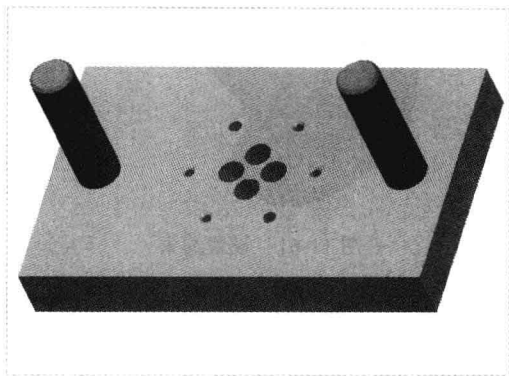

图 11-55 镜像元件
Step 04 选择 ASM_RIGHT 基准平面为参考平面, 单击“确定”按钮, 即可镜像元件, 如图 11-55 所示。